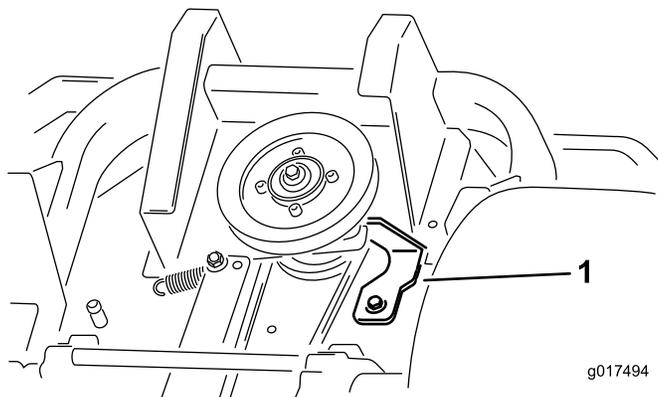

Figure 58
5. Déposez la butée d'embrayage (Figure 58).
9. Reposez la butée d'embrayage (Figure 58).